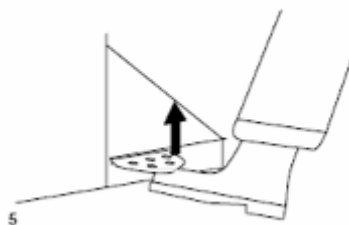

Рис. 5 Педаль зажимного устройства и стопорного тормоза
- Плотно прижать к колесу зажимную втулку вместе с зажимным средством (рис. 9) и поднять педаль (рис. 5).
- Поднять педаль (рис. 5).